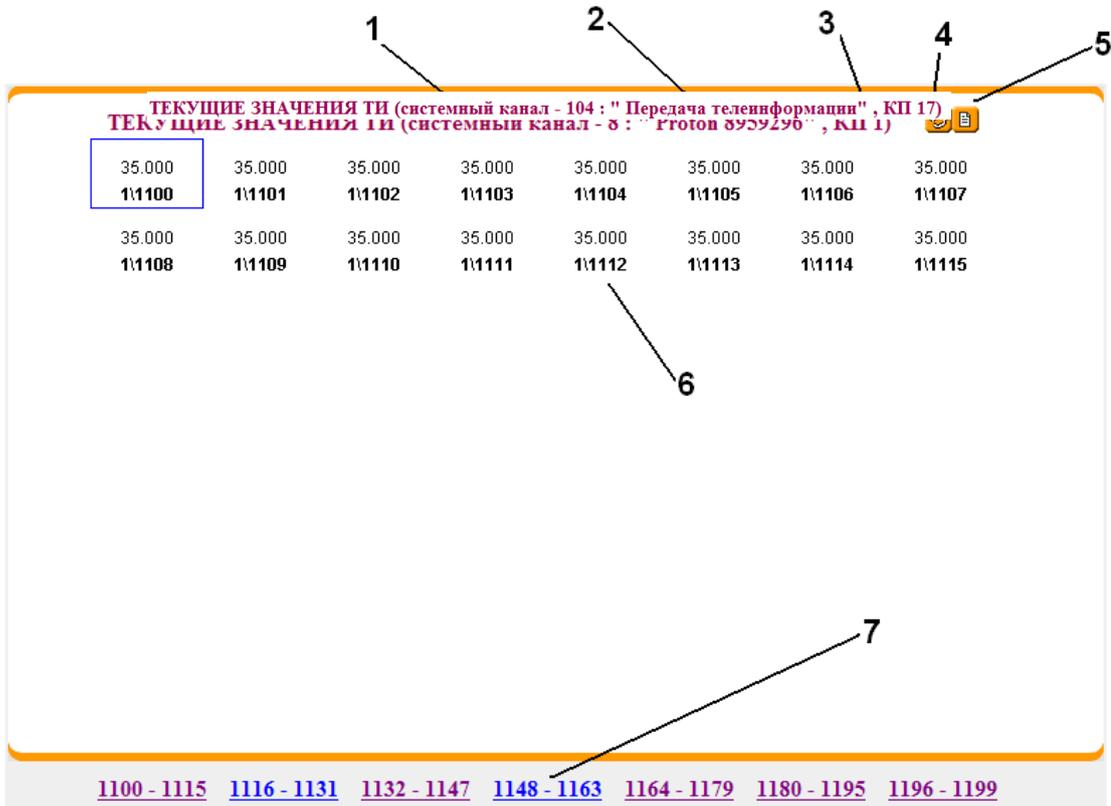

Рисунок 17 – Окно «Текущие значения ТИ» с горизонтальным представлением ТИ (в виде строк таблицы)
Для представления ТИ в табличном виде в навигационном меню «Принимаемая информация» (см. рисунок 9) следует установить курсор на значок  для конкретного устройства и нажать на левую клавишу «мыши». В результате в рабочей области будет выведено окно «Текущие значения ТИ» (см. рисунок 17), в котором значения ТИ располагаются горизонтально – по строкам таблицы.
- кнопку «Изменить форму представления», имеющую вид значка  (см. метку 5 на рисунке 17), при нажатии на которую изменяется форма таблицы ТИ: из вертикальной (рисунок 19) на горизонтальную (рисунок 17), или наоборот;